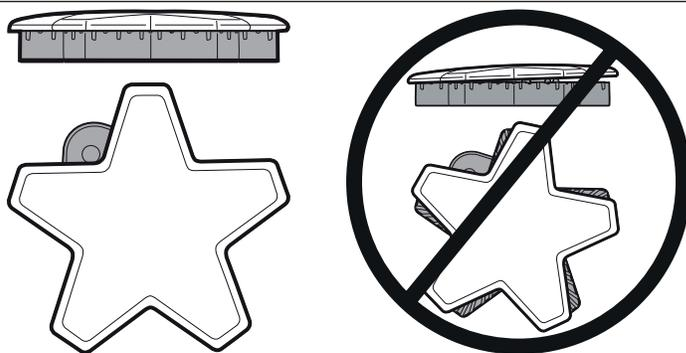

Figure 9 : Chapeau de brûleur correctement et incorrectement placé
1. **Assurez-vous que les chapeaux des brûleurs STARmc sont bien posés sur leurs bases sur la table de cuisson** (Figure 9 à la page 24).
- Vérifiez chaque brûleur pour vous assurer qu'il n'y a pas d'espace entre le chapeau et la base du brûleur. Voir Figure 9: "Chapeau de brûleur correctement et incorrectement placé" pour des exemples de chapeau de brûleur correctement ou incorrectement placés.
- Vous pouvez essayer de déplacer délicatement les chapeaux des brûleurs latéralement pour vous assurer qu'ils sont placés correctement sur leur base. Lorsqu'ils sont bien placés, les chapeaux des brûleurs sont droits sur la base et couvrent complètement la base du brûleur en forme d'étoile lorsque vous les regardez d'en haut, comme sur la Figure 9.